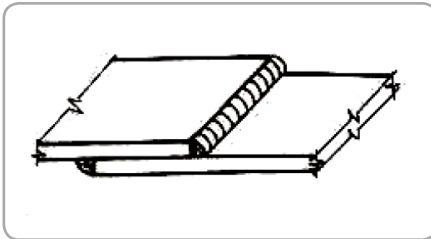

Fig.13
- Îmbinări sudate prin suprapunere. Fig 13